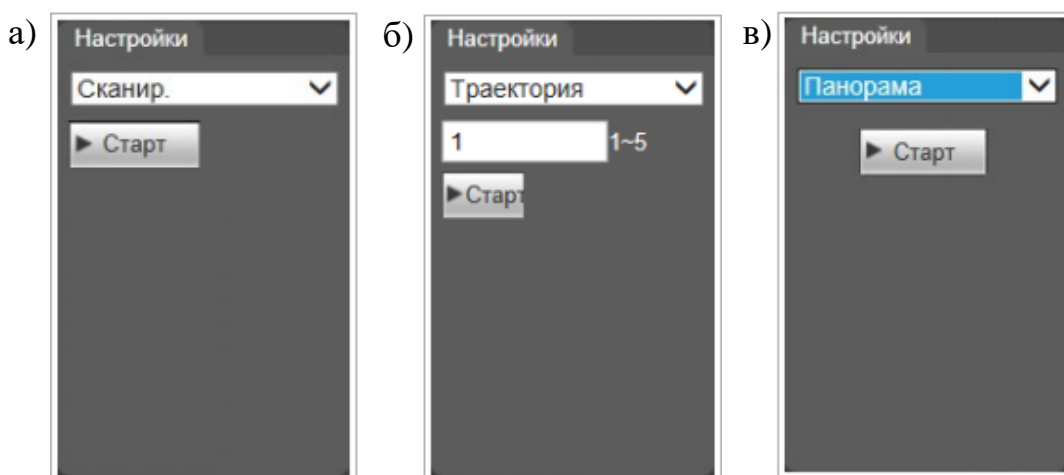
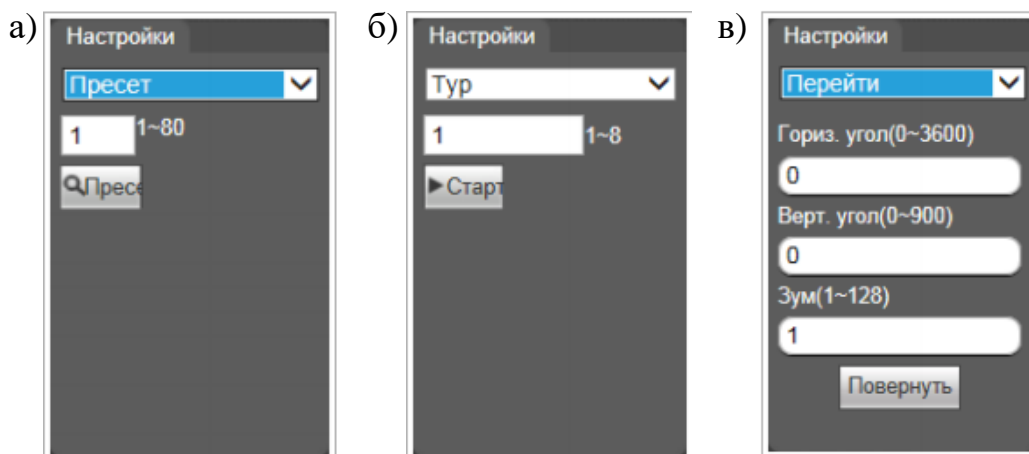
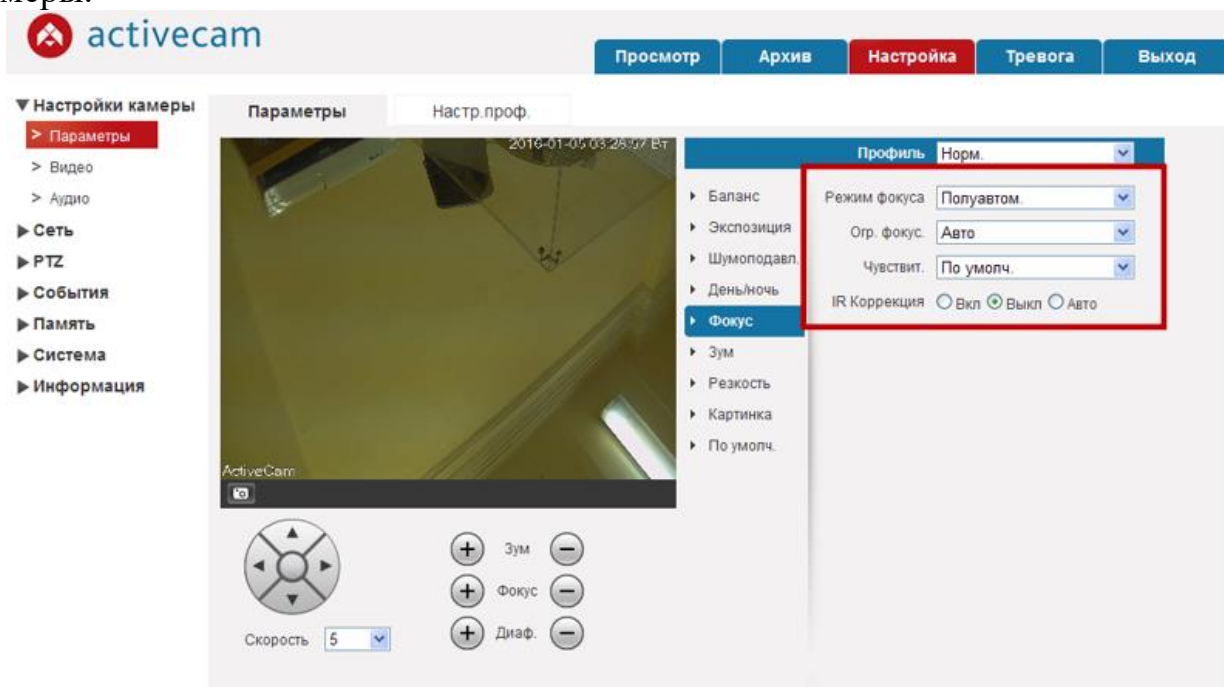
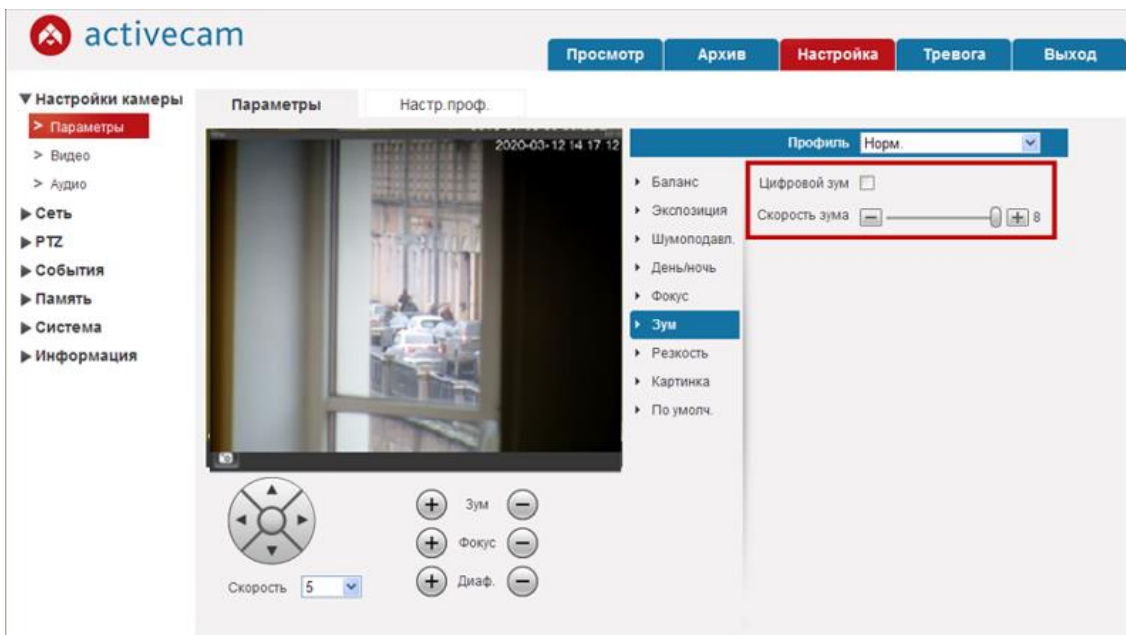

Рисунок 6.2 – Функции непрерывных маршрутов камеры
Рисунок 6.3 – Функции предустановленных маршрутов и оперативных разовых перемещений камеры
Рисунок 6.4 – Управление режимами фокусировки
Рисунок 6.5 – Управление настройками вкладки "Зум"
Некоторые встроенные функции реализуют режимы непрерывных перемещений камеры по типовым либо заданным сценариям (рис.6.2).
- *Сканир.* - запускает перемещение камеры по дуге справа-налево и в обратном направлении (рис. 6.2, а);
- *Траектория* - перемещает камеру в соответствии с одним из пяти заранее записанных сценариев (рис. 6.2, б);
- *Панорама* - вращает камеру с одинаковой скоростью вокруг вертикальной оси (рис. 6.2, в).
Блок управления позволяет также активировать встроенные функции поворотной камеры (рис. 6.3), которые требуют предварительной настройки параметров через меню **PTZ** (*Пресет, Тур*) или в режиме оперативной настройки в окне "**Просмотр**" (*Перейти*).
- *Пресет.* - поворот камеры в одну из 80-ти заранее сохраненных точек предустановки (рис. 6.3, а);
- *Тур* - перемещение камеры по одному из восьми маршрутов патрулирования, заранее сформированных в соответствии с заданной совокупностью точек (пресетов) (рис. 6.3, б);
- *Перейти* - поворот камеры в оперативно заданную точку, позволяет задать углы поворота с точностью до $0,1^\circ$ и степенью приближения в условных единицах от 1 до 128 (рис. 6.3, в).
Реализация функций камеры как поворотного устройства (рис. 6.2, 6.3) выполняется с помощью настроек опций **Фокус** (рис. 6.4) и **Зум** (рис. 6.5) в составе меню подраздела **Параметры**.
2) Вкладка **Зум** позволяет настроить "Скорость зума" (скорость изменения фокусного расстояния объектива трансфокатора), которое дает визуальный эффект приближения или удаления объекта наблюдения: в условных единицах от 1 до 8. При необходимости добавляется цифровое увеличение $\times 16$ установкой флага "Цифровой зум" (рис. 6.5). Путем включения цифрового режима во вкладке **Зум** и последующего изменения кратности увеличения или уменьшения изображения кнопками «+» и «-» параметров изучите отличие режима "Цифровой зум" от оптико-механического.
Через меню подраздела "Функция" выполняется настройка функций PTZ приводов камеры, которая затем реализуется Блоком встроенных функций в окне "Просмотр" согласно п.Ш Порядка выполнения работы (рис. 6.3).
Результат изучения каждой из функций, показанной на рис. 6.2 и на рис. 6.3, задокументируйте снимками экрана.